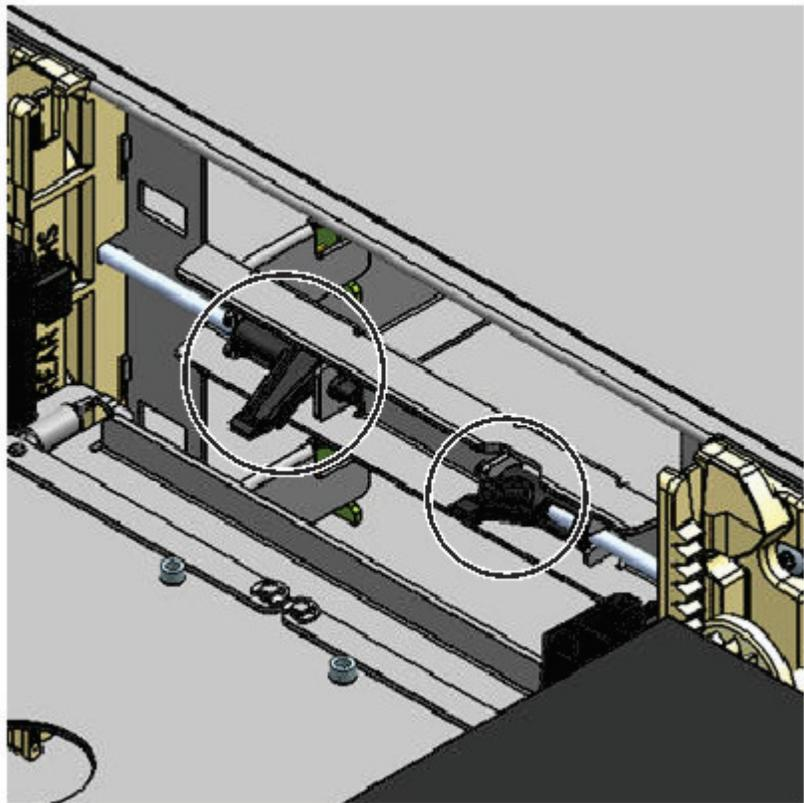

图 70. 磁带匣释放杆
1. 使用磁带匣释放杆（图 70 中圈出的位置）卸下左右侧磁带匣。向上推拉杆，然后拉出磁带匣。